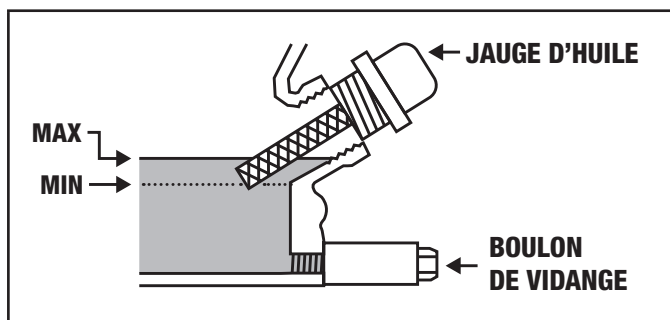

Figure 20
3. Enlevez le boulon de vidange et videz l'huile dans le contenant en inclinant légèrement le moteur dans la direction de la jauge d'huile. (figure 20)